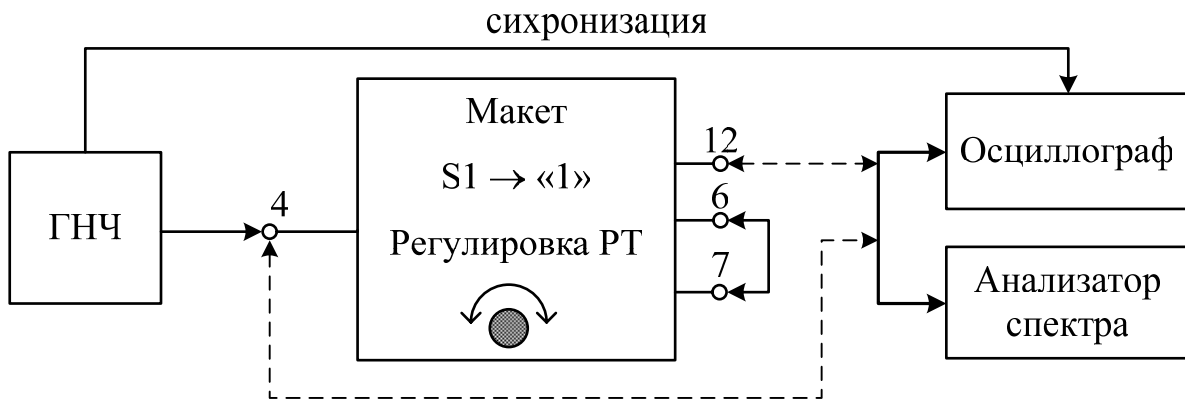

Рис. 2. Схема подключения приборов для измерения сигнала на выходе нелинейного элемента в квадратичном режиме.
2.1. Собрать схему подключения приборов и макета для исследования квадратичного режима НЭ в соответствии с рис. 2. Для устранения линеаризирующего действия обратной связи подключить шунтирующую емкость в цепи эмиттера, соединив перемычкой клеммы «6» и «7».